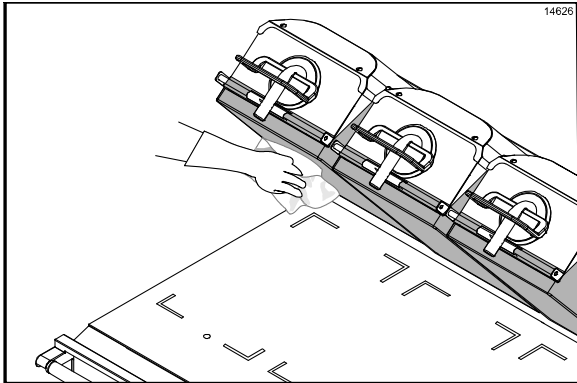

Figure 81
7. Essuyer la surface exposée des feuilles de protection avec un chiffon grill propre et trempé dans de l'aseptisant (Cf. Figure 81).